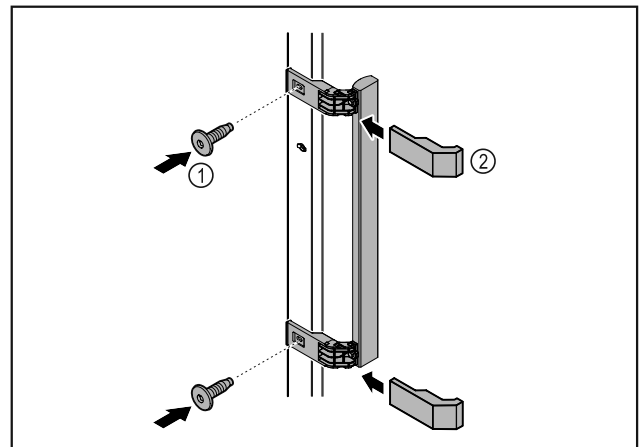

Fig. 3
- ▶ Τοποθετήστε τη λαβή από τη συσκευασία με τις βίδες Fig. 3 (1) στην πόρτα.
- ▶ Τοποθετήστε το κάλυμμα Fig. 3 (2).